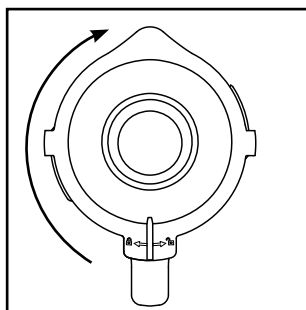

Fig. 2
- 4) Sæt låget ❷ forskudt på blenderkanden ❸ igen. Luk låget ❷ ved at dreje det med uret til position ❸, indtil det klikker hørbart på plads (se fig. 2). Sørg for, at hædetuden på blenderkanden ❸ er lukket. Motoren kan kun startes, hvis låget ❷ slutter helt til.